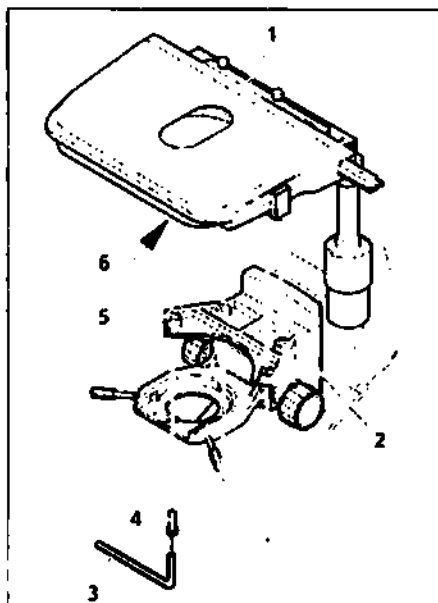

Рисунок 3-10. Замена подвижного столика
- Извлеките четыре крепежных винта (рисунок 3-10/4) на несущем элементе столика (рисунок 3-10/2) с помощью универсального гаечного ключа SW 3 (рисунок 3-10/3).
- Подымите столик (рисунок 3-10/1) вверх из несущего элемента столика.
- Поставьте столик (рисунок 3-10/1) на несущий элемент столика (рисунок 3-10/2) так, чтобы резьбовые отверстия внизу столика (рисунок 3-10/6) были расположены над отверстиями (рисунок 3-10/5) несущего элемента столика.
- Вставьте четыре крепежных винта (рисунок 3-10/4) через несущий элемент столика снизу и вкрутите их в нижнюю часть столика.
Длина приводов X и Y может изменяться путем регулировки соответствующей приводной ручки (рисунок 3-10/4 или 1) в осевом направлении в пределах около 15мм.